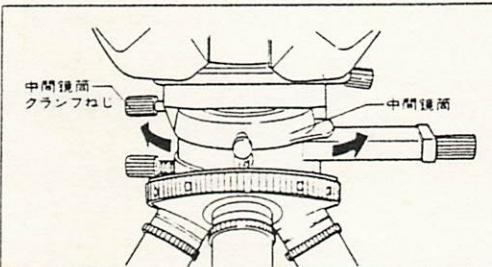
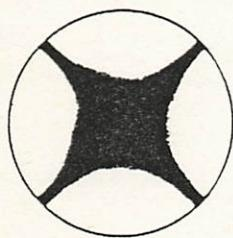

図15
図16
- 5) 中間鏡筒クランプねじを少し緩めて、中間鏡筒をわずかに回転させ（図15）、図16のような暗十字を出してからクランプねじで中間鏡筒を固定します。